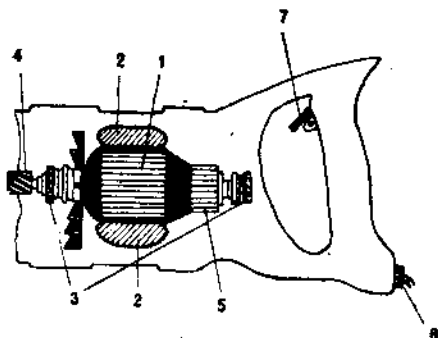

Рис. 28. Двигатель.
4. Техническое описание: а) двигатель	Электродвигатель состоит: из якоря (1) барабанного типа и станины (2) (электромагниты), которые заключены в коробку и вместе с пильной частью составляют корпус пилы. Якорь свободно вращается в поле электромагнитов и смонтирован на двух шарикоподшипниках (3). С одной стороны на вал якоря надета цилиндрическая шестерня (4), служащая для передачи движения вала передаточному механизму, а с другой — коллектор (5), по которому скользят щетки, соединенные проводами с обмоткой электромагнитов. Общие концы присоединены через курковой выключатель (7) к токоподводящему кабелю (6) (см. рис. 28 на стр. 32).